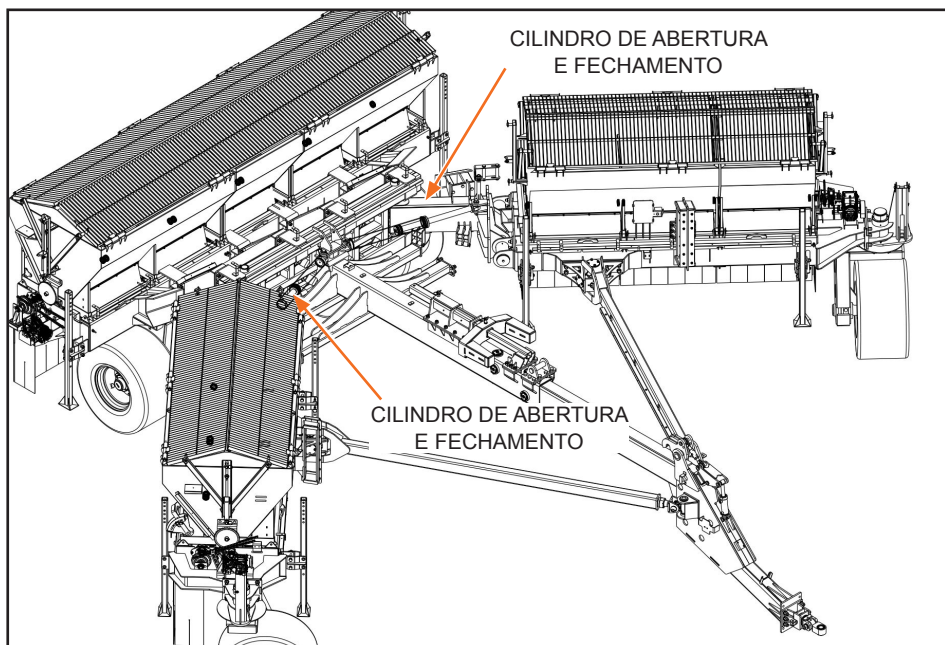

Figura 32
- Acione o comando para abrir o implemento (Topper) (Figura 32).